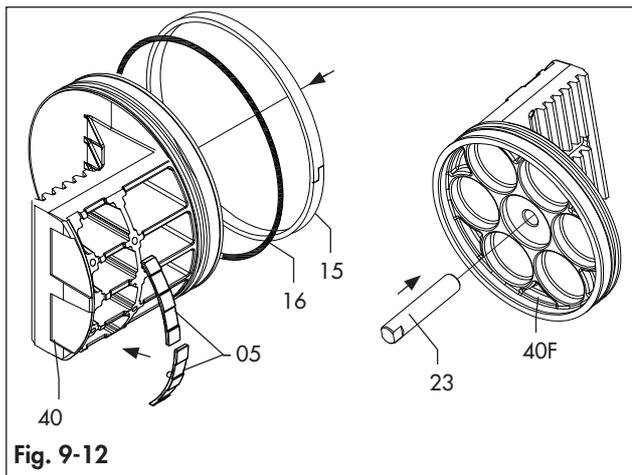
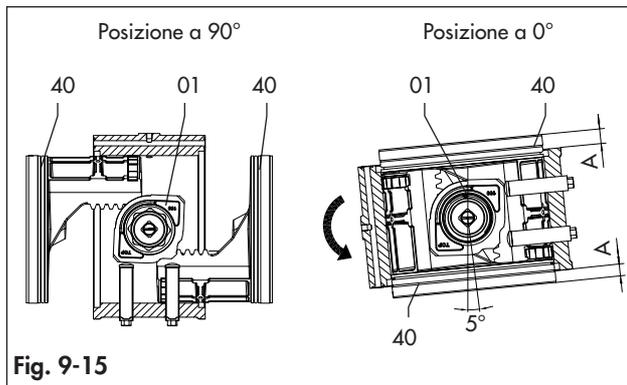

Fig. 9-12
Fig. 9-15
Fare riferimento alla Fig. 9-1 e dalla Fig. 9-12 alla Fig. 9-15.
- Inserire e premere i due pistoni (40) contemporaneamente all'interno del corpo (50) fino a che i pistoni stessi non siano ingaggiati.
- Ruotare, quindi, il corpo (50) in senso antiorario visto dall'alto, fino al completamento della corsa.
- Con i pistoni in posizione di chiusura completa (posizione 0°) come da Fig. 9-15, in riferimento all'asse del corpo, la rotazione ottenuta deve essere al di sopra di 0° e fino a 5°.
- Con i pistoni in posizione di chiusura completa (posizione 0°), come da Fig. 9-15, la dimensione "A" deve essere la stessa su entrambi i lati.
- Avvitare o svitare le viti (23) per spingere i pistoni in posizione 0° (Fig. 9-15).
- Lubrificare e posizionare gli o-ring (11F) sulle viti (23).
- Fissare le viti (23) in posizione serrando i dadi (04F) insieme alla rondella (03F).
- Con l'attuatore in posizione di chiusura (posizione 0°), facendo riferimento alla Fig. 9-15 per la posizione dei pistoni, avvitare o svitare la vite d'arresto destra (02) di 1 giro alla volta fino a raggiungere la posizione di arresto desiderata. In caso di attuatore con ritorno a molla, può essere necessaria un'alimentazione pneumatica.